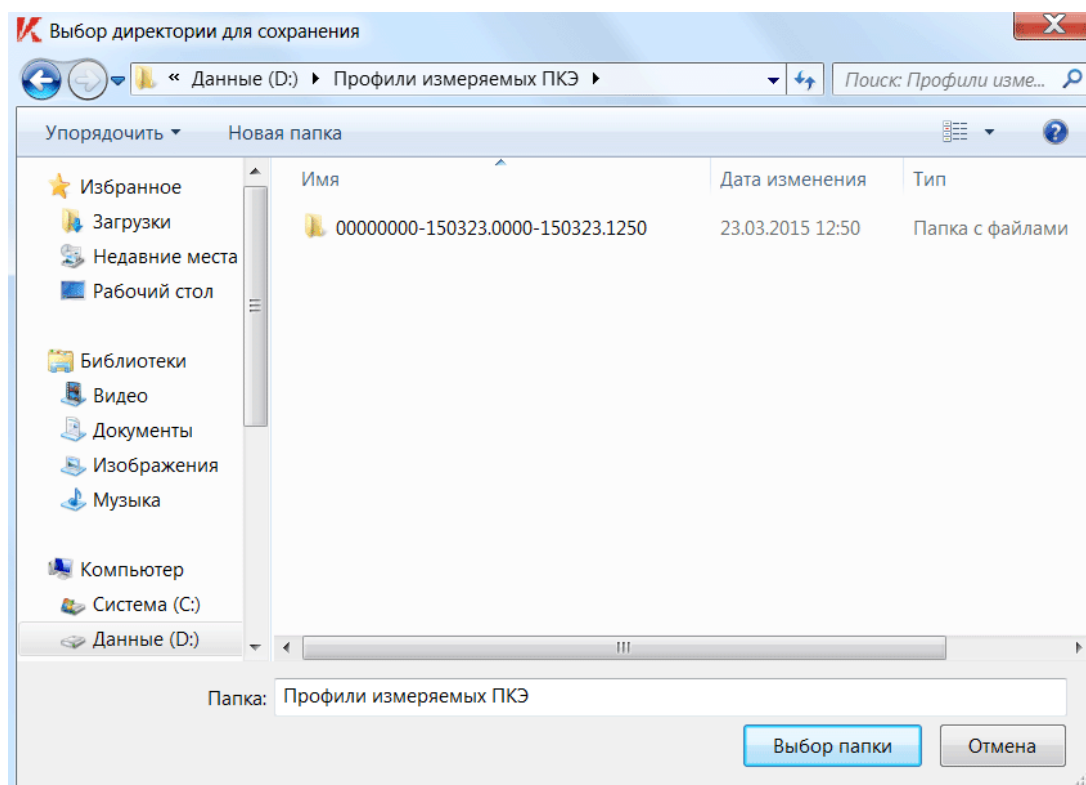

Рисунок 33 – Диалог выбора директории для сохранения профилей
7.3.2 После задания требуемого интервала времени сохранения профилей следует нажать кнопку «Загрузить» (в верхней части экранной формы рядом с полями для задания сохраняемого интервала времени) для начала загрузки (сохранения) профилей с прибора. При этом пользователю будет выведен запрос для выбора директории на диске, в которую будут сохраняться профили (см. Рисунок 33) (также см. примечание, приведенное ниже). В указанном запросе следует выбрать директорию (либо войти в указанную директорию) на диске, в которую будут сохраняться профили, и нажать кнопку «Выбор папки».